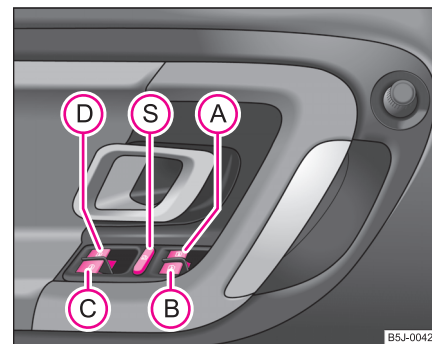

Fig. 29 Tastele din ușa conducătorului
Comutatoarele pentru fiecare geam se găsesc în ușa conducătorului ⇒ pagina 49, fig. 29, pasagerului din dreapta și în ușile din spate\*.
Apăsând comutatorul de siguranță  ⇒ pagina 49, fig. 29, puteți scoate din funcțiune comutatoarele din ușile din spate. Apăsând încă o dată comutatorul de siguranță , puteți restabili funcționarea tastelor din ușile din spate.
- Când se transportă copii pe locurile din spate, vă recomandăm să scoateți din funcțiune comutatoarele din ușile din spate (comutatorul de siguranță)  ⇒ pagina 49, fig. 29.